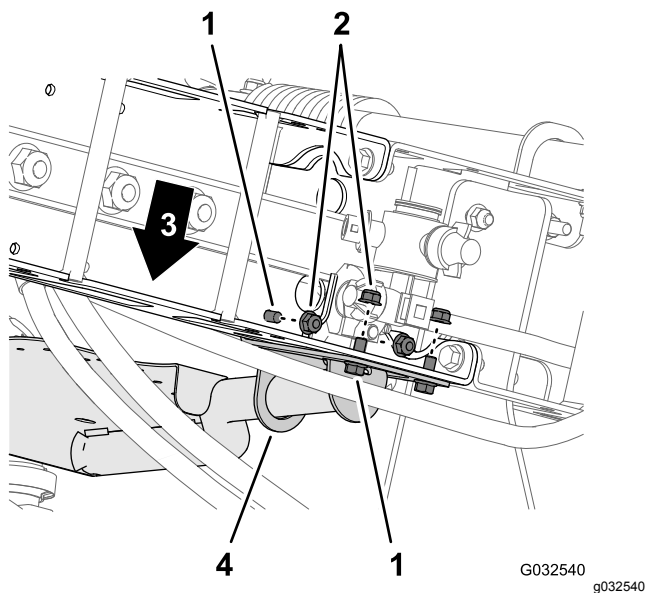

Figura 63
- Monte a montagem da válvula na estrutura da armação (Figura 62 e Figura 63) com quatro